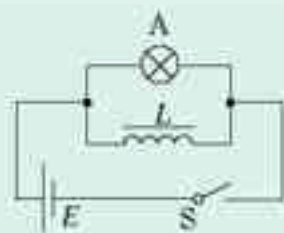

图 4.6-4 开关断开时观察灯泡的亮度
按图 4.6-4 连接电路。先闭合开关使灯泡发光，然后断开开关。注意观察开关断开时灯泡的亮度。
2. 将线圈 L 与电阻 R 并联后接到电池的两端（电路与图 4.6-4 相仿）。可以看到，开关断开前后通过电阻 R 的电流方向不同。
磁场的能量 在图 4.6.4 的实验中，开关断开后，灯泡的发光还能维持一小段时间，有时甚至会比开关断开之前更亮。这时灯泡的能量是从哪里来的？